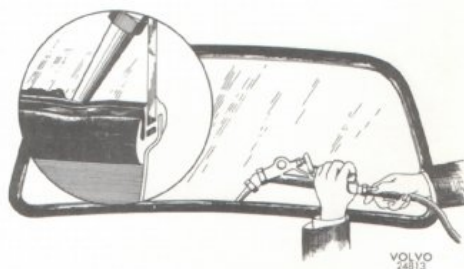

Bild 10
6. Täta skarvarna gummilist - ruta och gummilist - plåt med kitt och en kittspruta med ett platt nylonmunstycke, bild 10. Se till att kittet väl fyller skarven. Skrapa bort överflödigt kitt och tvätta ren rutan och plåten med tvättnafta. Rengör rutan och plåten runt rutan med polermedel.